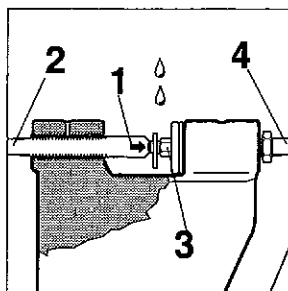
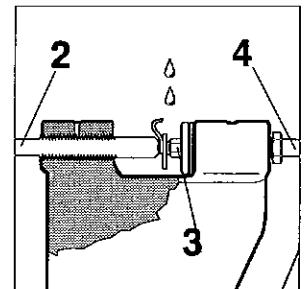

fig. 3
fig. 4
2- Posizionare il dente (fig.4) o la maglia di giunzione (fig.3) con la testa del rivetto (1) al centro dell'incavo dell'impugnatura (2) (fig.3).